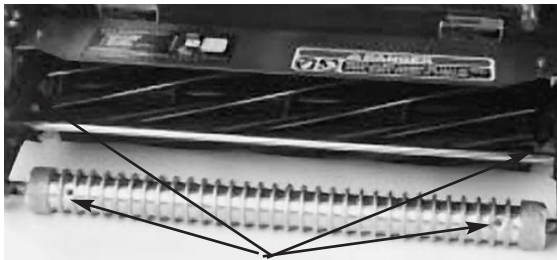

Bild 17
2. Die Schmiernippel und deren Anzahl sind: (2) an der vorderen Walze (Bild 17), (2) an den Spindelagern (Bild 17), (2) an den Trommelachsen (Bild 18), (3) am Differential (Bild 18), (2) an den Gegenwellenlagern (Bild 19) und (2) an den Spannscheibengelenken (Bild 20).